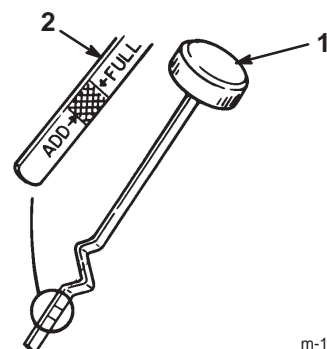

Bild 14
9. Schrauben Sie den Ölpeilstab los und wischen Sie das Metallende ab (Bild 14).
- 10.** Schrauben Sie den Ölpeilstab vollständig in den Einfüllstutzen (Bild 14).
11. Gießen Sie ca. 80% der angegebenen Ölmenge langsam in den Einfüllstutzen (Bild 14). Kontrollieren Sie den Ölstand; siehe „Prüfen des Ölstands“ auf Seite 22, Schritte 4 und 5.